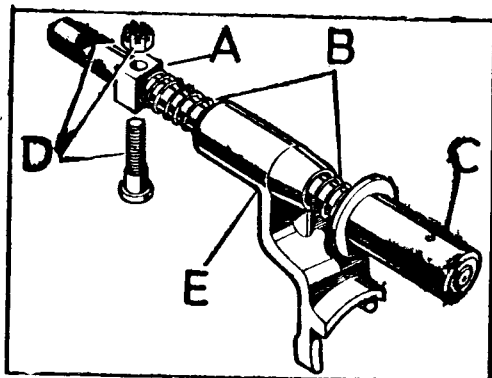

Fig. C-56 Barra corredera para tracción total
1.2.1 Desmontar el pasador de aletas, la tuerca almenada y el tornillo, D, - (Fig. C-56), que fijan el dado, A, a la barra corredera, C.